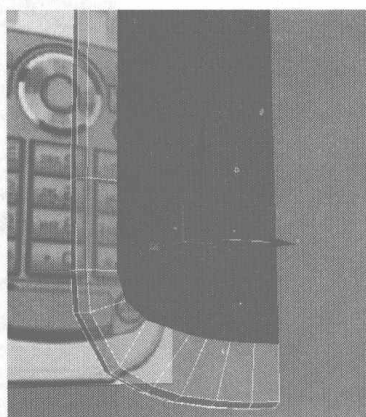

图 4.494
- 02** 选择如图 4.494 所示的面，在 Edit Geometry 卷展栏中单击 **Detach** 按钮，在弹出的对话框中依照默认值进行设置并单击 OK 按钮，将该面单独分离出来，再将该面隐藏。